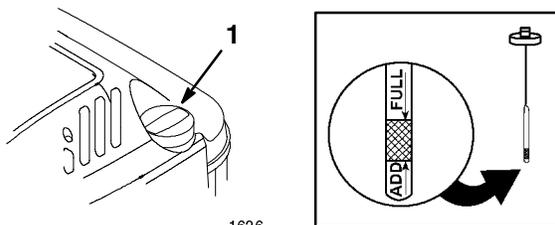

Figure 8
Avant chaque utilisation, vérifiez que le niveau d'huile arrive entre les repères maximum (*Full*) et minimum (*Add*) de la jauge (Fig. 8).
- Nettoyez la surface autour de la jauge (Fig. 8).
6. Voyez le niveau d'huile indiqué par la jauge (Fig. 8).